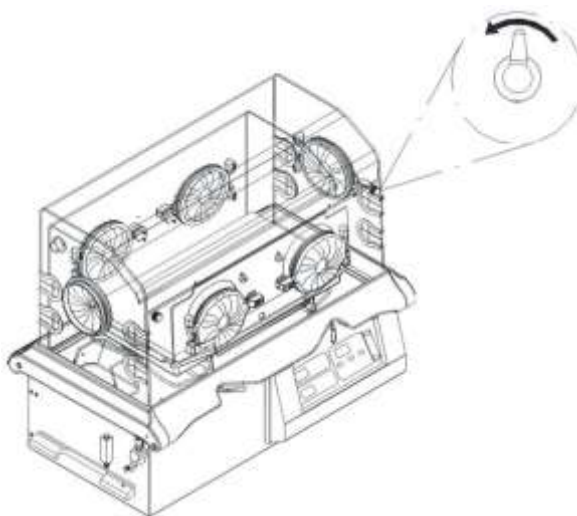

Figura 201 – Trinco do CI
1. Para retirar a cúpula interna da porta da cúpula, gire os trincos do CI localizado nas extremidades da porta, conforme figura 201.